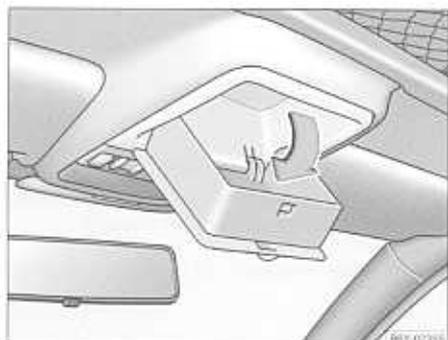

Fig. 170 Detalle del revestimiento interior del techo: compartimento guardaobjetos abatible
- El compartimento guardaobjetos abatible se abre abatiéndolo en el sentido de la flecha — fig. 170.